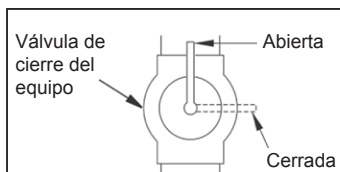

Fig. 17: Válvula de cierre del equipo
1. Cierre la válvula de cierre del equipo (consulte la Fig. 17).
1. Abra la válvula de cierre del equipo (consulte la Fig. 17).